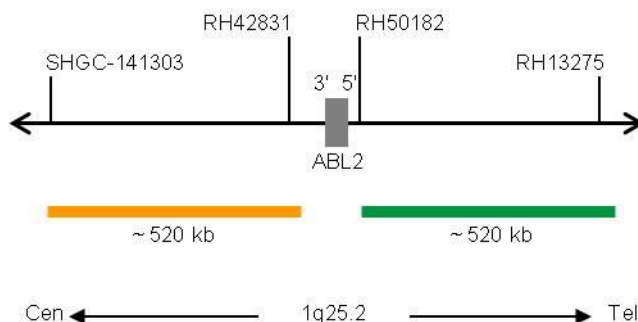

Fig. 1: SPEC ABL2 Mapa da sonda (sem escala)
- Polinucleótidos (~10.0 ng/μl) com marcação ZyGreen (excitação 503 nm/emissão 528 nm), dirigidos ao mapeamento de sequências alvo em 1q25.2* (chr1:179,141,608-179,659,091) distais ao ponto de quebra do gene ABL2 (ver Fig. 1).
- Polinucleótidos (~4.5 ng/μl) com marcação ZyOrange (excitação 547 nm/emissão 572 nm), dirigidos ao mapeamento de sequências alvo em 1q25.2* (chr1:178,496,704-179,015,312) proximais ao ponto de quebra do gene ABL2 (ver Fig. 1).